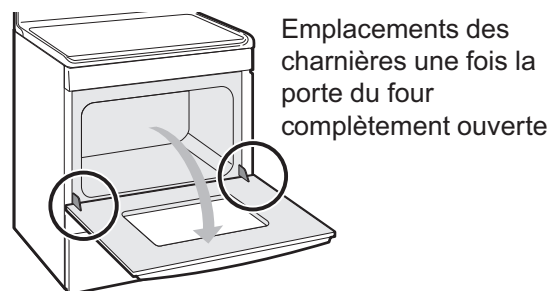

Figure 34 : Emplacement des charnières de porte
3. Ouvrir complètement la porte du four, parallèle au plancher (Figure 34).